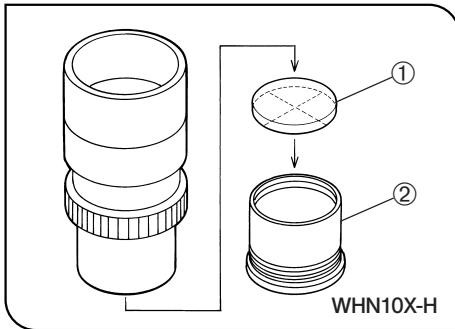

Abb. 15-1
Gemäß Abb. 15-1 die eingebaute Mikrometer-Fassung ② durch Drehen gegen den Uhrzeigersinn vom Okular abschrauben und eine Mikrometerplatte ① in die Fassung einsetzen. Die beschriftete Seite der Okularmikrometerplatte muss nach unten in die Fassung weisen.